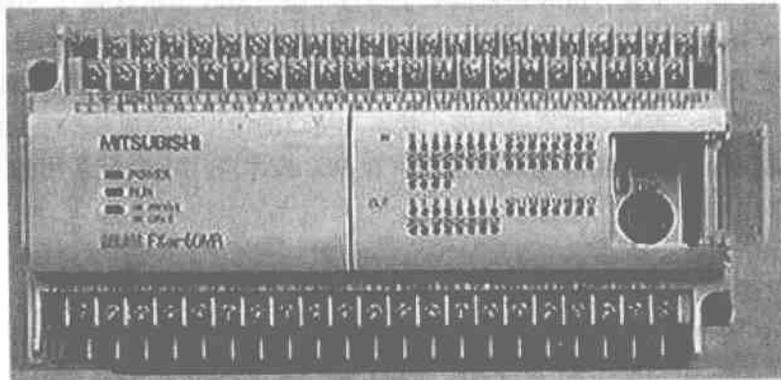

图 1—1 FX2 系列 PLC 外形图
1) 机器的外部特征 PLC 有单元式、模块式和叠装式（或平板式）三种结构形式，前两种为常用的结构形式。FX2 系列 PLC 为小型 PLC，采用单元式结构形式，其外形如图 1—1 所示。
FX2-32MR PLC 面板如图 1—2 所示，由三部分组成，即外部端子（输入/输出接线端子）部分、指示部分和接口部分，各部分的组成及功能如下。